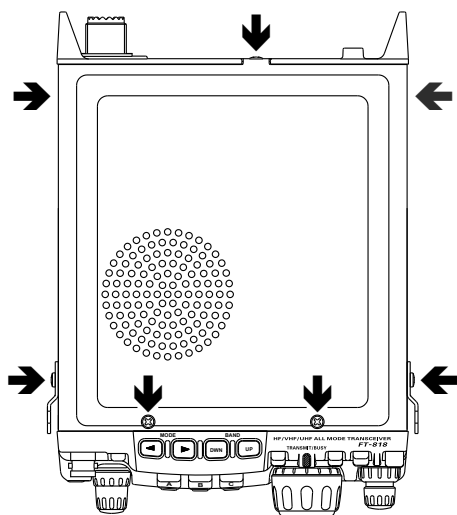

Figura 1
2. Tomando como referencia la Figura 1, retire el soporte de la correa para los hombros y los dos tornillos de ambos lados del transceptor, suelte posteriormente los cinco tornillos que sujetan la caja superior y saque dicha pieza; finalmente, quite el conector del parlante una vez que haya removido la caja superior del radio.